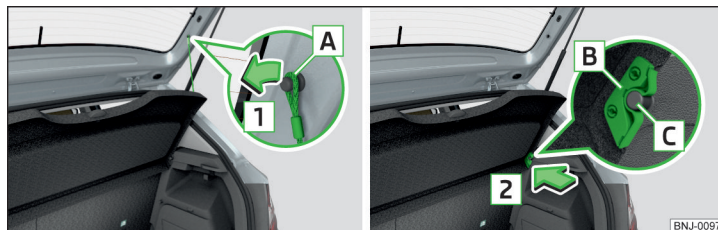

Fig. 86 Demontarea copertinei portbagajului
- Desprindeți benzile de susținere **A** ale clapetei, în sensul săgeții **1** » fig. 86.
- Poziționați elementele de prindere **B** de la capac peste bolțurile **C** de la capitonajul lateral » fig. 86.
- Elementele de prindere [B] de la capac trebuie să seta complet peste bolțurile [C] de la capitonajul lateral » fig. 86.
Dacă benzile de susținere [A] » fig. 86 sunt agățate de capota portbagajului, atunci la deschiderea capotei portbagajului se ridică și masca portbagajului.
În partea din față elementele de prindere [B] » fig. 86 la pagina 88 de pe capac trebuie să se fixeze complet în bolțurile de la capitonajul lateral. În partea din spate capacul trebuie asigurat pe ambele părți sub elementul de blocare.